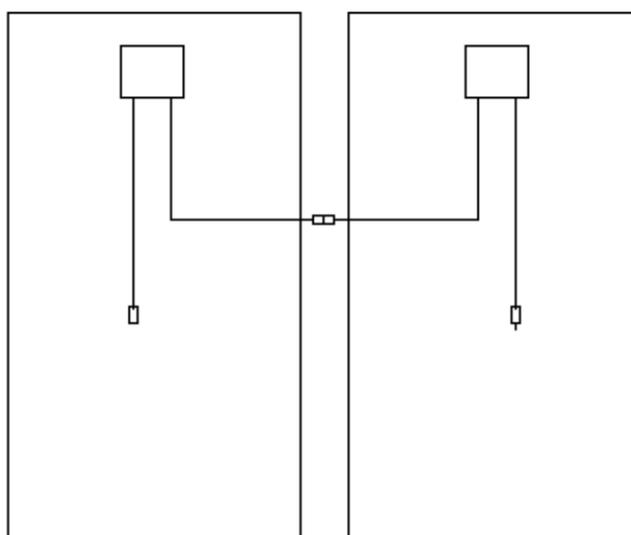

Figura 1 Collegamento elettrico in serie tra il primo ed il secondo modulo fotovoltaico
2. Collegare i moduli fotovoltaici da 190 W in serie, utilizzando i connettori MC4 già installati sul retro. Positivo del primo modulo e negativo del secondo (connettore "maschio" e connettore "femmina") vanno quindi uniti insieme. Vedi schema seguente e "Figura 1"